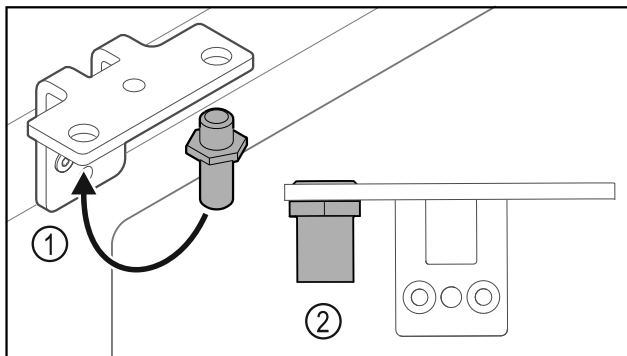

Fig. 30
- ▶ Premjestite svornjake Fig. 30 (1) u kutnim šarkama.
- ▶ Pritegnite svornjake Fig. 30 (2) **okretnim momentom od 12 Nm**.